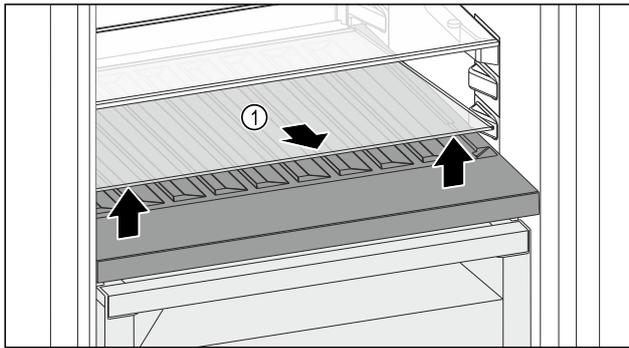

Fig. 84
- ▶ Glasplatte Fig. 84 (1) an der Aussparung vorne anheben und herausnehmen.
- ▶ Glasplatte Fig. 84 (1) außerhalb des Geräts sicher aufbewahren.